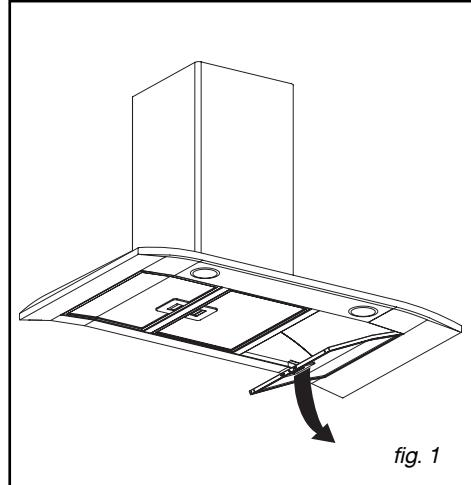

fig. 1
- **Desmontagem do filtro cassette (fig.1)**
- Retire o vigia de iluminação (fig.1).